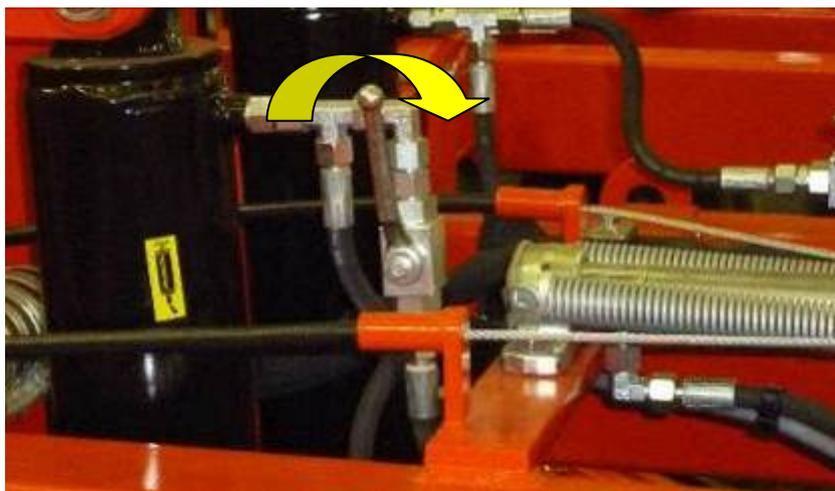

Рисунок 14.
- Закрывать кран подачи гидравлики к гидроцилиндрам подъема и опускания опорных колес (рис. 14).